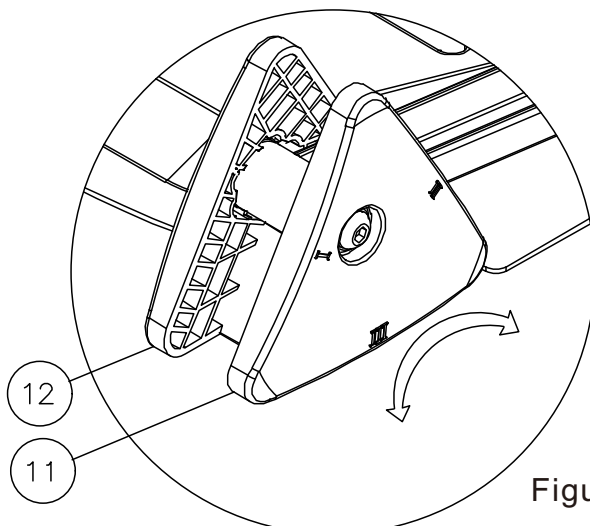

Figura 5
5. Gire simultáneamente los asientos de ajuste triangulares numerados 11 y 12 en ambos lados de manera simétrica. Puede elegir entre tres configuraciones de pendiente diferentes para un ajuste fino. Como se muestra en la Figura 5: